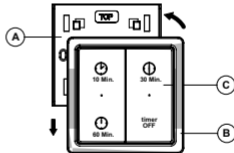

Fig 6.
3. Plaats de Timer RF op de montageplaat en duw deze voorzichtig circa 5mm naar beneden, totdat de Timer RF vast klikt (fig. 6).